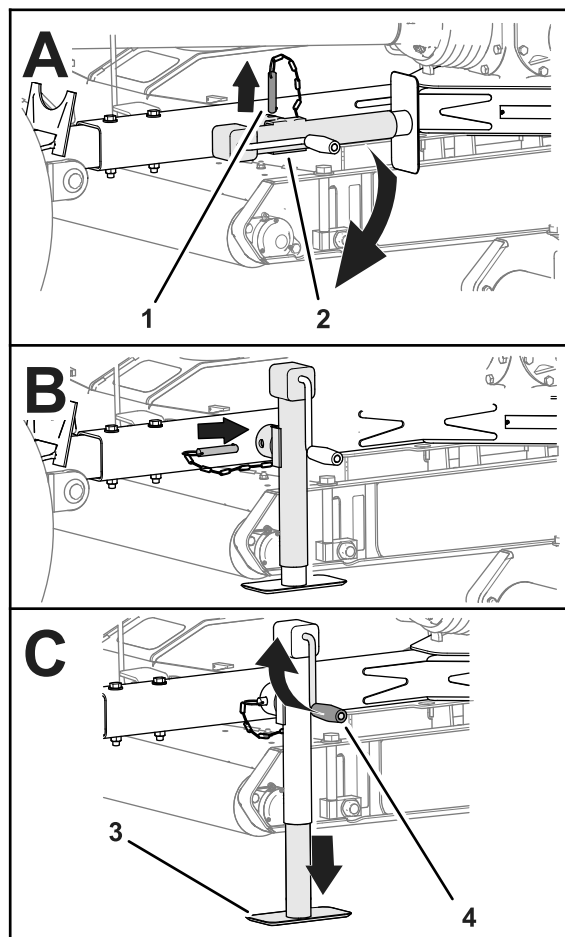

Figura 23
3. Rimuovete il perno e ruotate in verticale il martinetto della barra di traino (Figura 23).
4. Allineate il foro nella barra di traino con il foro nel martinetto (Figura 23).
5. Inserite il perno attraverso i fori nella barra di traino e nel martinetto (Figura 23).
2. Ruotate la stegola del martinetto per sollevare completamente il cuscinetto del martinetto; fate riferimento alla Figura 23 in Supporto del tosaerba con il martinetto (pagina 17).